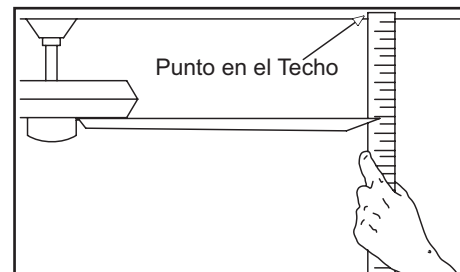

Figura 17
- La mayoría de los problemas de oscilación del ventilador se deben a que las aspas no están a un mismo nivel. Verifica este nivel seleccionando un punto en el techo sobre la punta de una de las aspas. Mide desde un punto en el centro de cada aspa a un punto en el techo. Mide esta distancia como se muestra en la Figura 17. Rota el ventilador hasta que la siguiente aspa esté posicionada para medir. Repite para cada aspa. Las desviaciones de la medición deben estar dentro de 0,31 cm. Enciende el ventilador por 10 minutos.